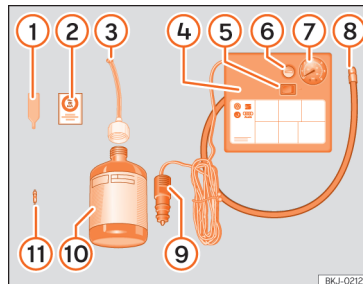

Рис. 251 Стандартний комплект: склад комплекту для ремонту шин.
» **рис. 251:**
- Зніміть ковпачок і викрутіть золотник вентиля шини. Скористуйтеся інструментом >>> **рис. 251 ①** для викручування золотника. Покладіть золотник на чисту поверхню.
- Ретельно струсіть ємність із герметиком >>> **рис. 251 ⑩**.
- Вкрутіть шланг >>> **рис. 251 ③** в пляшку з герметиком. Водночас шланг проколює отвір у горловині ємності.
- Зніміть ковпачок із гнучкого шланга >>> **рис. 251 ③** і приєднайте шланг до вентиля шини.
- Вкрутіть золотник вентиля екстрактором >>> **рис. 251 ①**.
- Приєднайте шланг >>> **рис. 251 ⑧** компресора до вентиля шини.
- Переконайтеся, що гвинт для випуску повітря >>> **рис. 251 ⑥** закритий.
- Вставте штекер >>> **рис. 251 ⑨** у розетку 12 В в салоні автомобіля >>> **с. 241**.
- Увімкніть компресор вимикачем >>> **рис. 251 ⑤**.
- Наклейте наліпку >>> **рис. 251 ②** на передню панель у полі зору водія.
Приєднайте шланг >>> **рис. 251** (8) та перевірте тиск манометром (7).